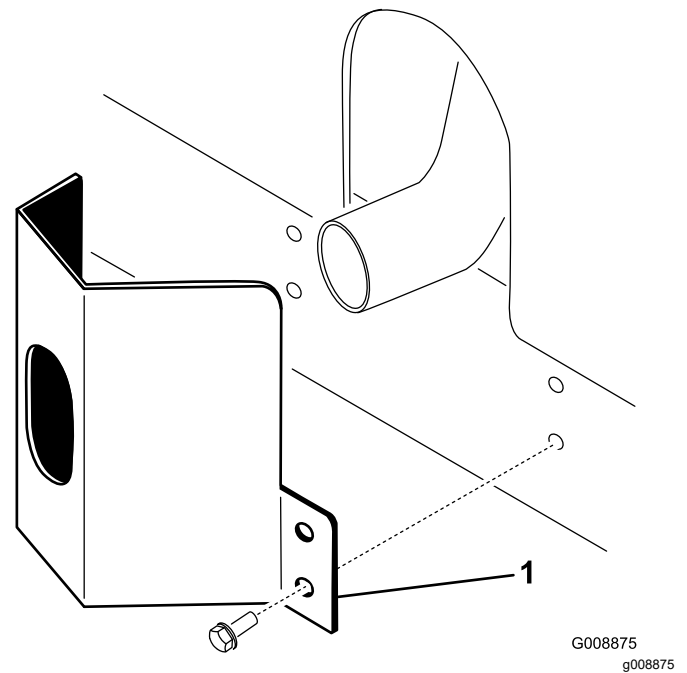

Figura 10
2. Fije el protector al bastidor con 4 tornillos autorroscantes (Figura 10).
1. Coloque el protector del tubo de escape alrededor del silenciador, alineando los taladros de montaje con los del bastidor (Figura 10).